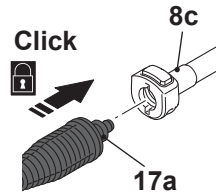
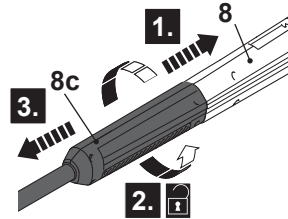

Fig. 6
Fig. 8
- > Aliniați limbile (17a) ale duzei cu canelurile portului de conectare al lancei de extindere (8c) (Fig. 6).
- > Apăsăți lancea de extindere (8c) spre pistolul de pulverizare (8) (Fig. 6, pasul 8) și rotiți-o în sens contrar acelor de ceasornic pentru a o scoate (Fig. 8).